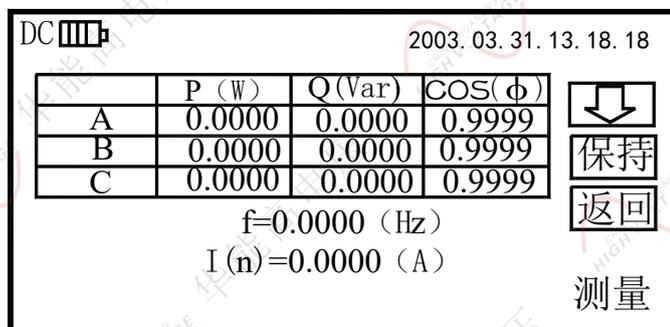
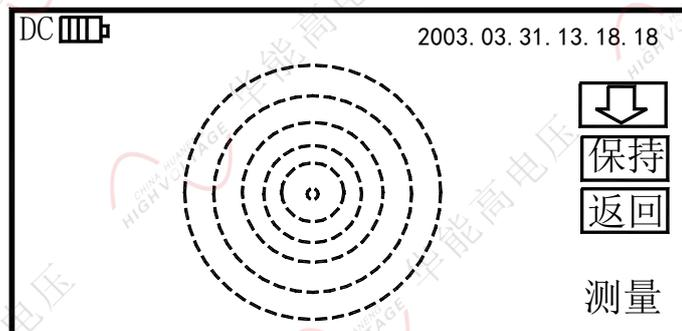

图 7
图 8
分别如图 6、图 7、图 8、图 9、图 10、图 11 所示。
5.3.4 如图 7 所示，